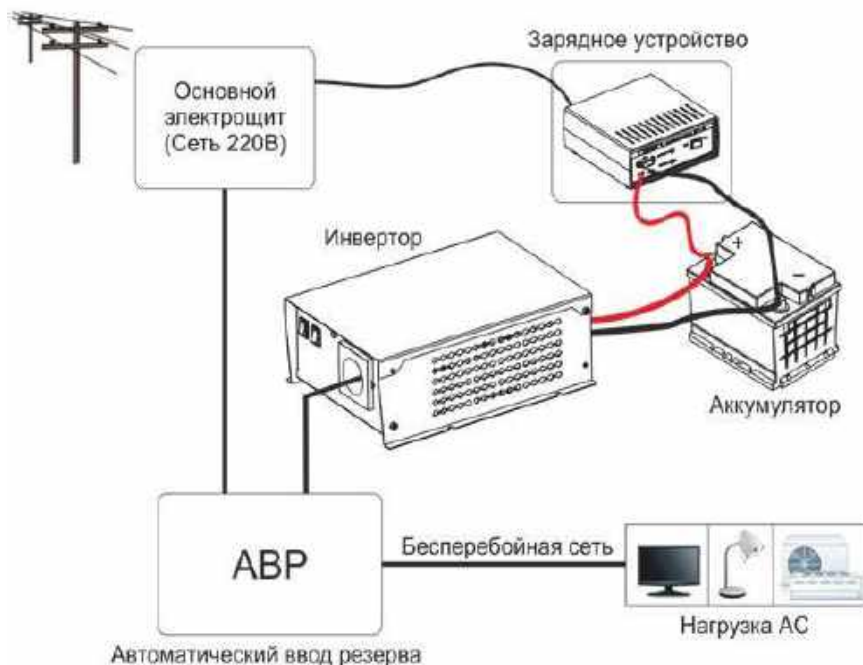

Рисунок 3 – Построение системы бесперебойного питания off-line типа на основе зарядного устройства, инвертора напряжения и АВР
9.1 Для построения системы бесперебойного питания off-line типа на основе зарядного устройства и инвертора напряжения необходимо применить автоматический ввод резерва (АВР), например, на основе реле выбора фаз РВФ-02 (см. рисунок 3). При наличии сетевого напряжения нагрузка питается непосредственно от сети ~ 220 В, при этом зарядное устройство заряжает аккумулятор и поддерживает его в заряженном состоянии. В случае отключения сетевого напряжения ~ 220 В нагрузка переключается на питание от инвертора.